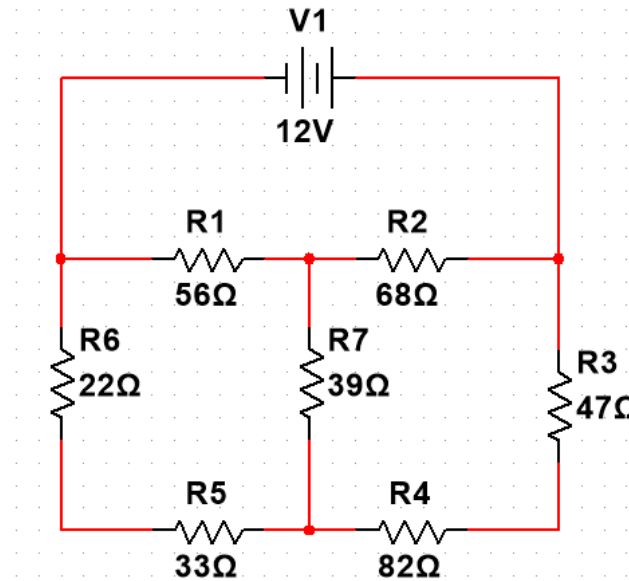

Figura 4. Circuito mixto
- Calcule la caída de tensión y la potencia en cada resistencia del circuito de la figura 4 usando análisis de mallas.
- Calcule la caída de tensión y la potencia en cada resistencia del circuito de la figura 4 usando análisis de nodos.
- Use TinkerCAD y Multisim para simular el circuito de la figura 4.
- Use el protoboard para realizar el montaje del circuito de la figura 4.
- Mida la caída de tensión y la corriente en cada resistencia del circuito de la figura 4 usando el multímetro.